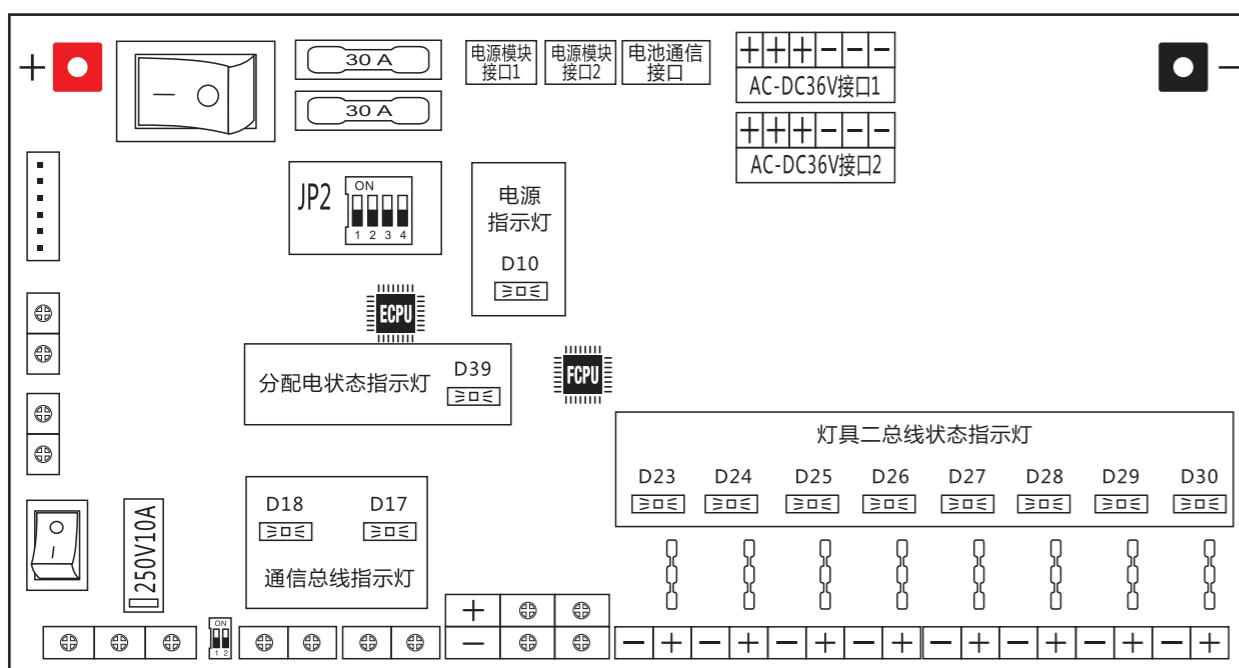

图33
##### (2)、主控模块指示灯(见图33)
拨码开关的使用（见图33）（说明：如线路板中已取消此开关，则请忽略该项操作说明。）